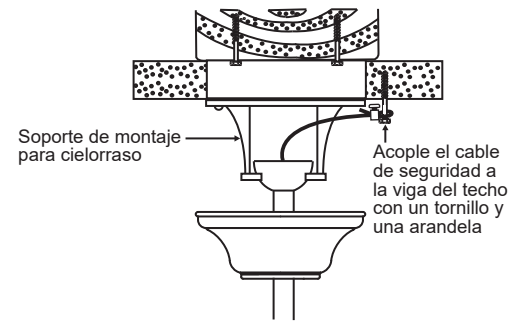

Fig. 11
Paso 1. Inserte un tirafondos y arandelas en el colgante de viga junto al soporte de montaje, pero no ajuste. (Fig. 11)